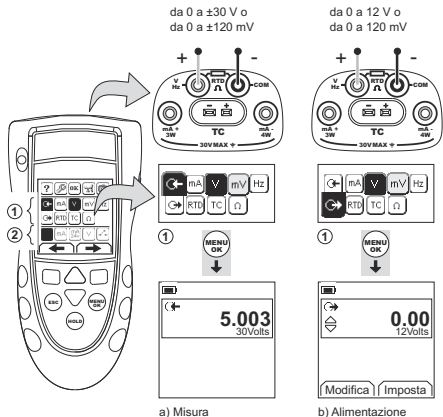

Figure 4: Esempio di configurazione – per misurare/alimentare in V o mV (Area ①)
- Collegare lo strumento (Figure 4 e Figure 5) e, se necessario, modificarne il Setup (Tabella 1).